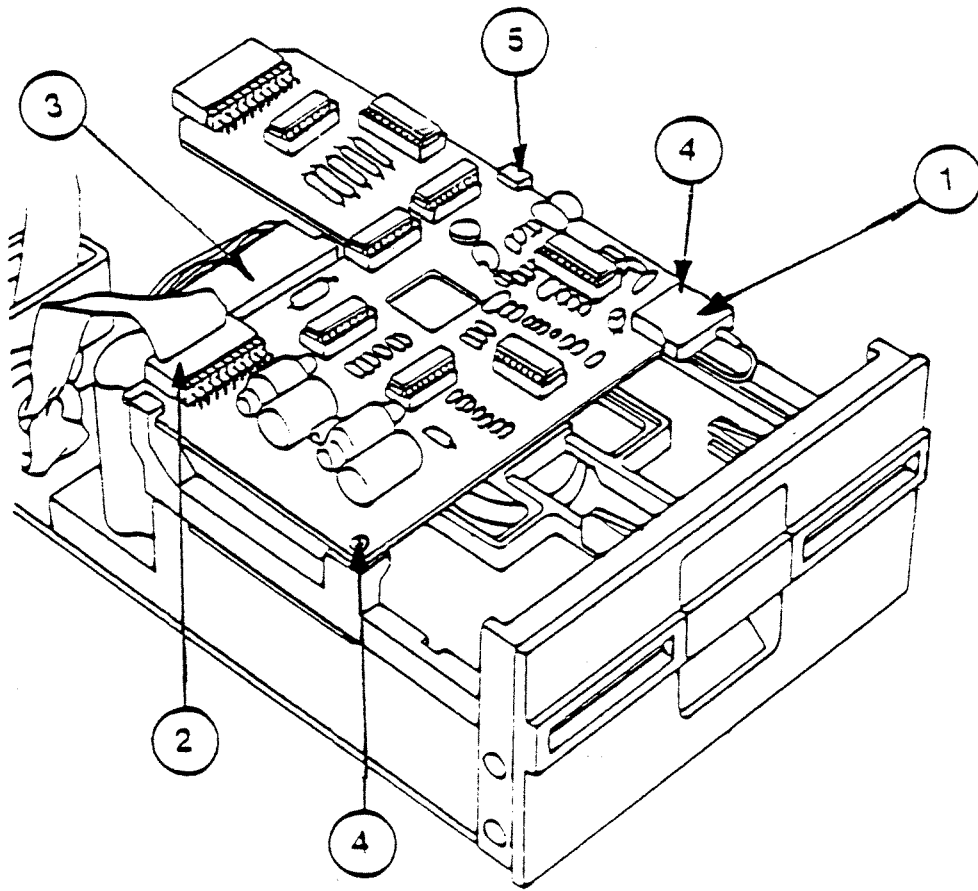

ABBILDUNG 13
1. Schieben Sie die Analogkarte durch die Halteschlitz (Abbildung 13,#5) an ihren Platz.
2. Setzen Sie die zwei Halteschrauben für die Karte wieder ein (Abbildung 13,#4).
3. Befestigen Sie den Molex-Stecker vorne an der Analogkarte (Abbildung 13,#1). Lassen Sie das Kabel etwas lose hängen, damit es den Molex-Stecker nicht nach unten zieht.
6. Stecken Sie den Bandkabelstecker in die Analogkarte. Achten Sie dabei darauf, daß beide Reihen Anschlußstifte an den Löchern im Stecker ausgerichtet sind (Abbildung 13,#2).
7. Befestigen Sie die Stecker für die Analogkarte an der Analogkarte (Abbildung 13,#3). Der Greifer des Halters rutscht ins Loch, wenn der Stecker richtig eingesetzt ist.